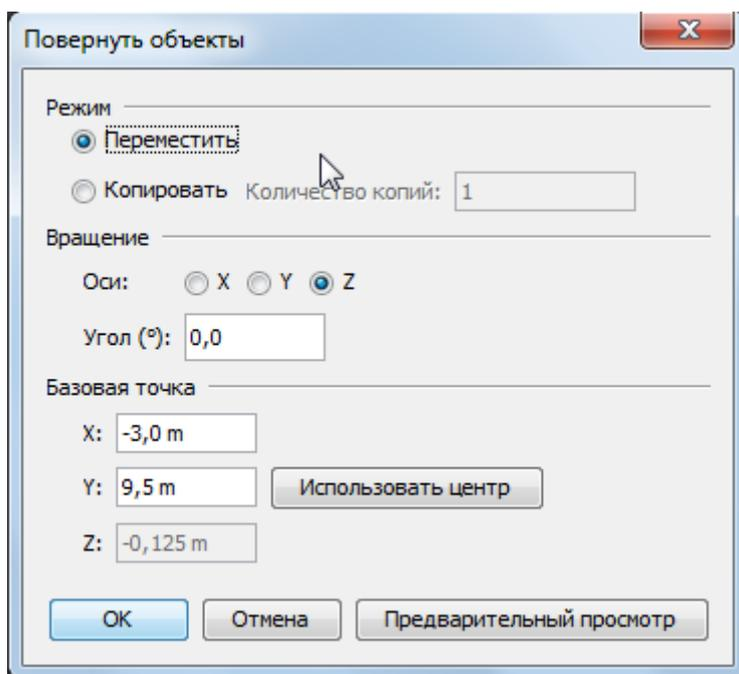

Рисунок 11-4 Диалоговое окно инструмента поворота
3. Откроется окно поворота, как показано на рисунке Рисунок 11-4.